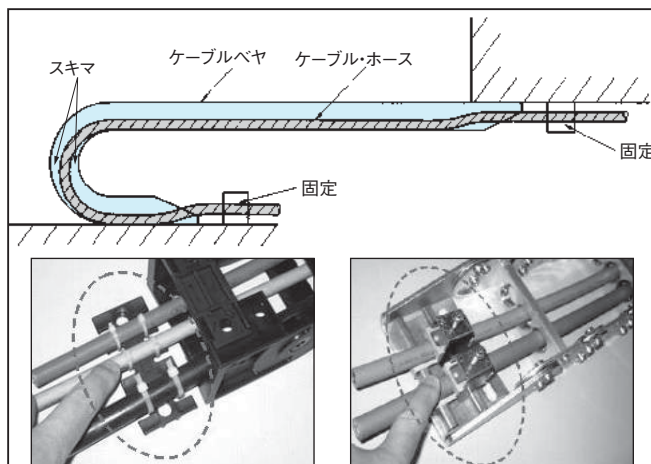

図5 ケーブル・ホースの固定方法例
- 5) ケーブル・ホースに不要な張力が作用しないように、ケーブルベヤ内での長さを保つために移動端および固定端部で固定(クランプ)してください。(図5参照)